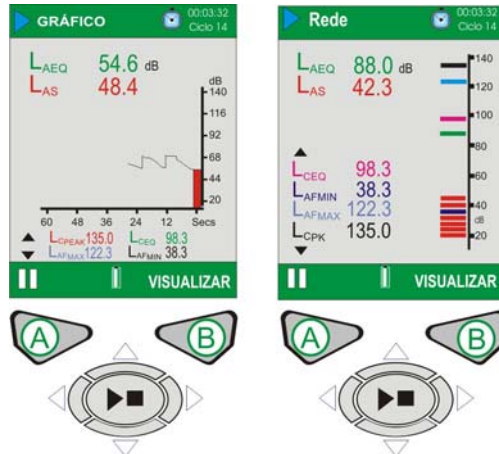

Figura 13 CEL-620A Ecrãs de Execução
CEL-620A (Consultar Figura 13). Os valores da banda larga podem ser visualizados numa gráfico de barras no ecrã Principal ou na forma de histórico de tempo gráfico no ecrã Gráfico. Ao premir a tecla Visualização (B) alterna entre os ecrãs Gráfico e Principal.